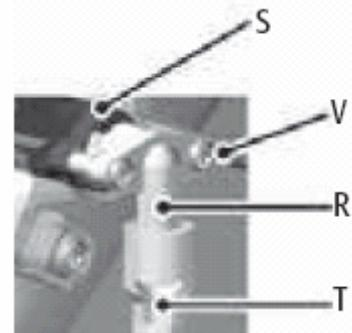

Рис. 6.c
6.2.2. humiDisk 65 (см. рис. 6.d)